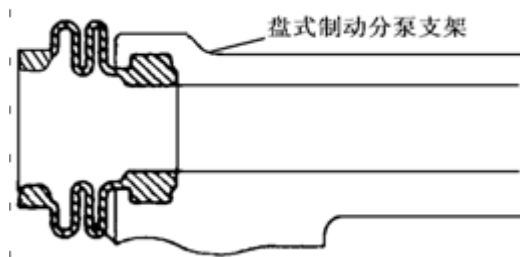

图 3—14
(1) 拆下 2 片带消音垫的摩擦片。
(2) 从每块片上拆下 1 号和 2 号消音垫片。
8) 拆卸前盘导向销防尘套。从前盘式制动分泵支架上拆下 2 个防尘套，如图3—14所示。
10) 拆下制动分泵防尘套。用螺丝刀拆下固定环和防尘套，如图3—15所示。